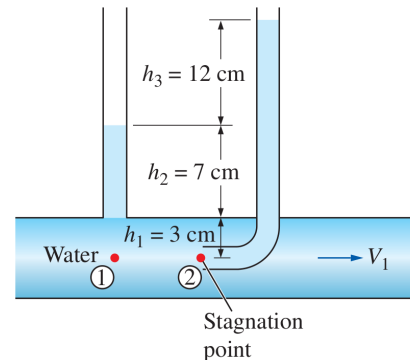

Figura 2: Pitot.
**Exercício 2.** Um tubo de Pitot como o da figura 2 é utilizado para medir as pressões estática e de estagnação (estática + dinâmica) em um tubo de água, como mostra a figura. Para as alturas das colunas de água indicadas, determine a velocidade no centro do tubo. **Resposta:**  $1,53 \text{ m/s}$ .